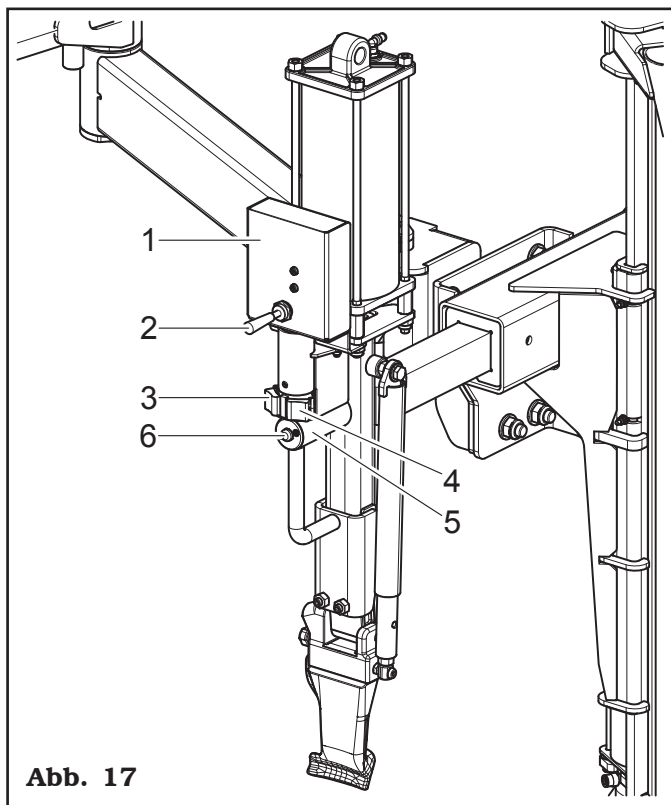

Abb. 17
- einem Manipulator (**Abb. 17 Pkt. 1**) auf der Vorrichtung positionierter. Mit diesem Manipulator ist es möglich, die vertikale Bewegung für das Einfügen und die Kopplung des Wulst steuern. Durch Anheben des Hebels (**Abb. 17 Pkt. 2**) man steuert die Bewegung nach oben, während durch Senken des Hebels (**Abb. 17 Pkt. 2**) man steuert die Bewegung nach unten;
- einem Befehl mit zwei Knöpfe: mit dem ersten Knopf (**Abb. 17 Pkt. 3**) kann man das horizontale Entblocken und die Bewegung nach oben des Werkzeugarm durchführen; mit dem Knopf (**Abb. 17 Pkt. 4**) kann man das horizontale Entblocken und die Bewegung nach unten des Werkzeugarm durchführen;
- einem Griff (**Abb. 17 Pkt. 5**) der, durch Ziehen und Schieben, gleichzeitig mit dem Freigabeknopf (**Abb. 17 Pkt. 6**), das Einstellen (nur horizontal) der Werkzeuge auf den Durchmesser des Rads erlaubt.